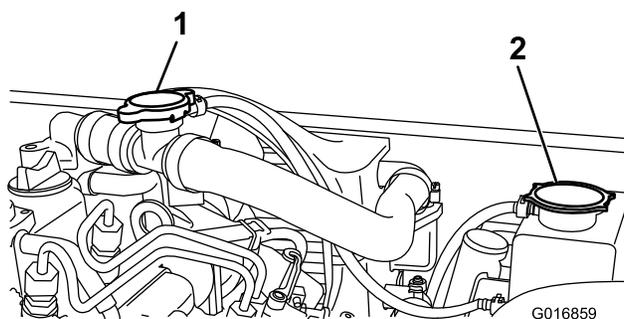

Figure 37
2. Enlevez le bouchon de remplissage (Figure 37) et faites le plein de liquide de refroidissement.
3. Remettez le bouchon de remplissage et enlevez le bouchon du réservoir de trop-plein (Figure 37).
2. Enlevez le bouchon du réservoir de trop-plein du radiateur (Figure 37).